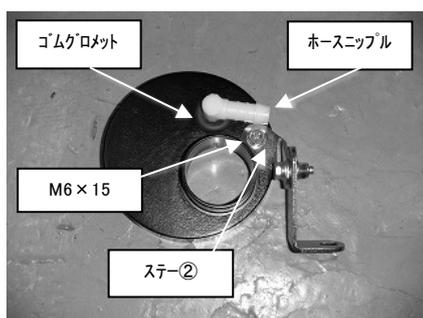

図4
- 2)アダプター、ステー①、ステー②を使用し、クリーナーアダプターを組み立てます。図4、5参照